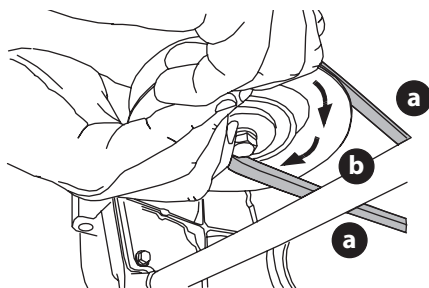

Fig. 42
- Mientras sostiene la correa de la PTO (a) hacia abajo, siga girando la polea de la PTO (b) hasta que la correa de la PTO (a) se deslice fuera de la polea (b) (Fig. 42).
8. Tire del lado derecho de la correa de la PTO hacia atrás y coloque el lado V angosto de la correa de la PTO en la polea de la PTO (Fig. 42 en la página 68).
9. Mientras sostiene la correa y la polea de la PTO juntas, gire la polea de la PTO hacia la izquierda (Fig. 42 en la página 68). Siga sosteniendo y rotando la polea de la PTO y la correa de la PTO hasta que la correa de la PTO se enrolle totalmente en la polea de la PTO.